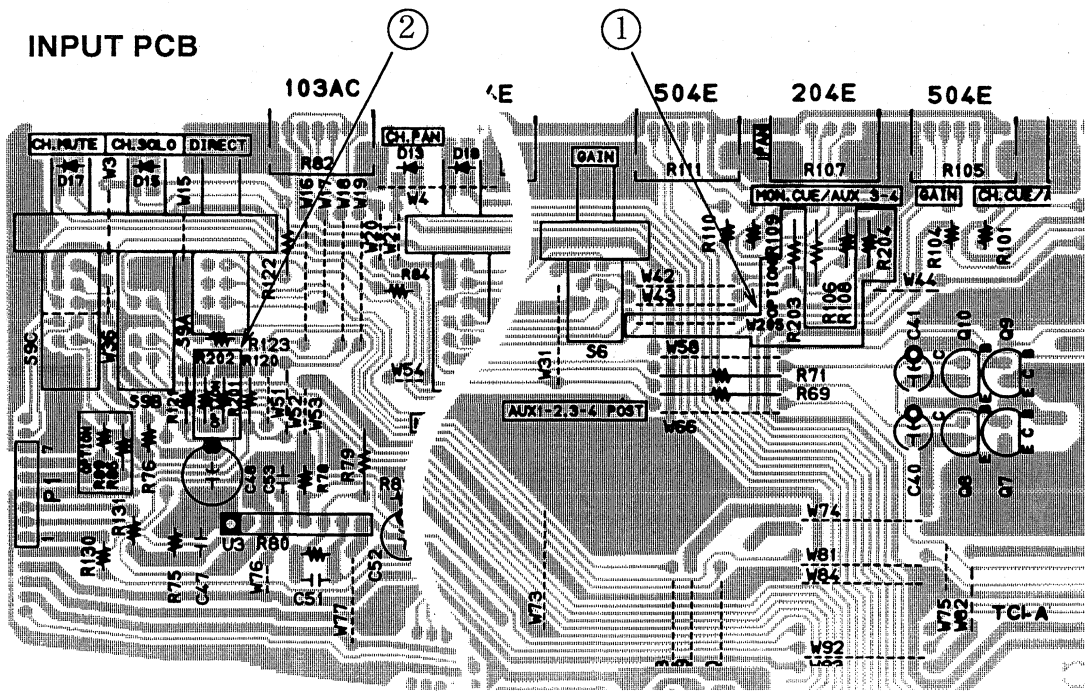

Fig. 2-2
Treatment : Remove the resistors R106 and R108 (5.1 k Ω) on INPUT PCB, then insert them into the "R203"- and "R204"-indicated portions. And then, insert the jumper wire into the "W205"-indicated portion (See Fig. 2-2 ①).
Treatment : Remove the resistors R120 and R121 (51 k Ω) on INPUT PCB, then insert them into the "R201"- and "R202"-indicated portions. (See Fig. 2-2 ②)
処理 : INPUT PCBのR106, R108の抵抗 (5.1k Ω) を外し、その抵抗をR203, R204のシルク個所に挿入する。また、W205のシルク個所にジャンパー線を挿入する。(図2-2 ①参照)
処理 : INPUT PCBのR120, R121の抵抗 (51k Ω) を外し、その抵抗をR201, R202のシルク個所に挿入する。(図2-2 ②参照)